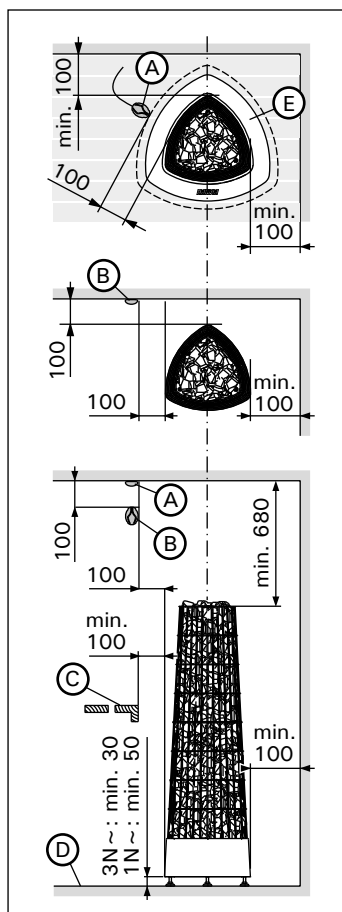
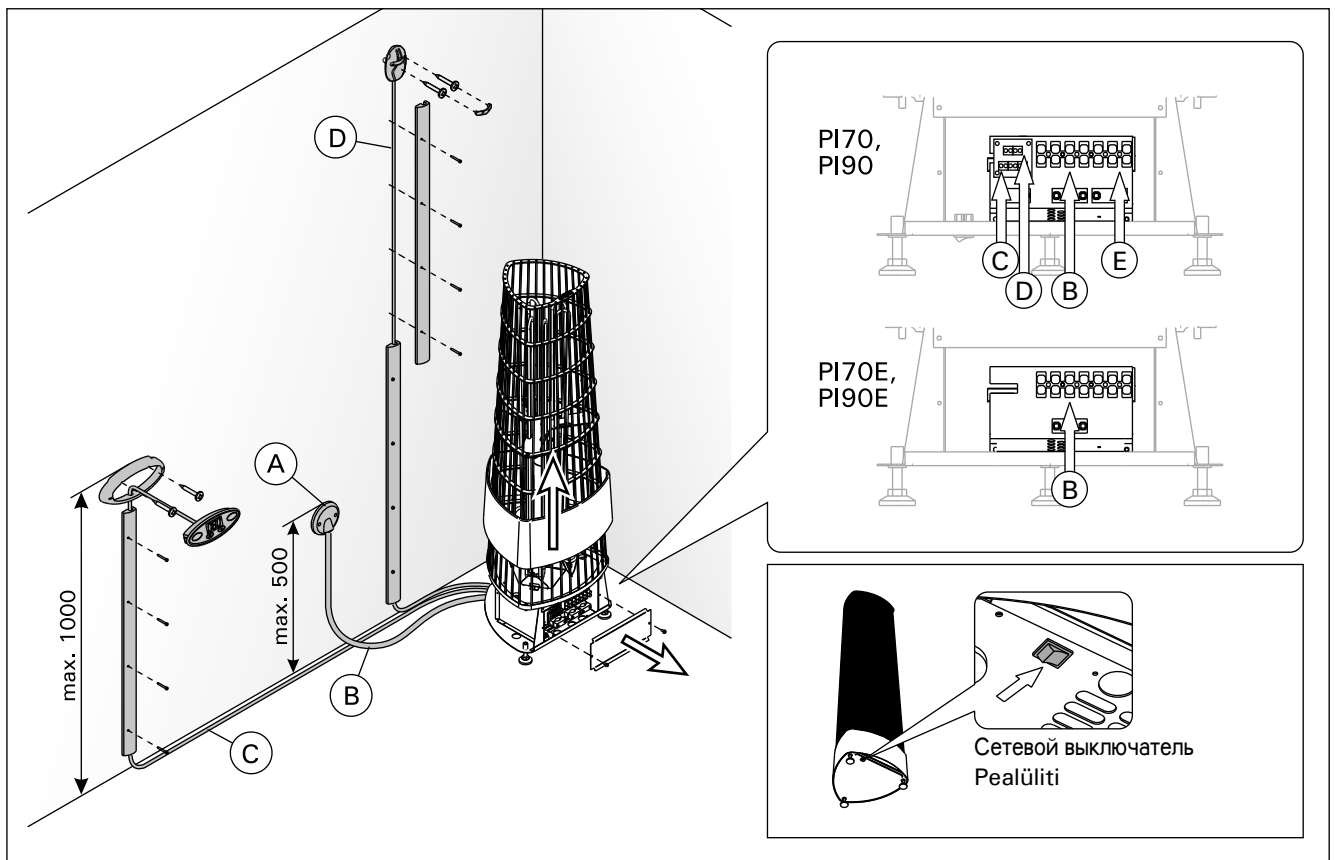

Рисунок 6. Расположение и безопасные расстояния (все размеры приведены в миллиметрах)
Рисунок 7. Разъемы нагревателя (все размеры приведены в миллиметрах)
Элементы, представленные на рис. 6:
Разъемы нагревателя (рис. 7):
- Каменка гибким проводом подсоединяется к соединительной коробке (рис. 7: A) в стене сауны. Соединительная коробка должна быть брызгозащитенной и находиться на расстоянии не более 500 мм от пола.
- В качестве кабеля (рис. 7: B) следует использовать резиновый кабель типа HO7RN-F или подобный. **ВНИМАНИЕ! Использование изолированного ПВХ кабеля запрещено вследствие его разрушения под воздействием тепла.**
- **PI:** Установите датчик на стену сауны, как показано на рис. 6. Вставьте кабель датчика в разъем нагревателя по принципу цветового соответствия (рис. 7: D).
- **PI-E:** Установите датчик (WX248) на стену сауны, как показано на рис. 6.
**Датчик следует устанавливать в место, указанное в данной инструкции (рис. 6). Если не соблюдается минимальное расстояние, следует переместить вентиляцию.**
Закрепите панель управления следующим образом (см. рис. 7):
4. Вставьте свободный конец кабель управления в разъем нагревателя по принципу цветового соответствия (рис. 7: C).